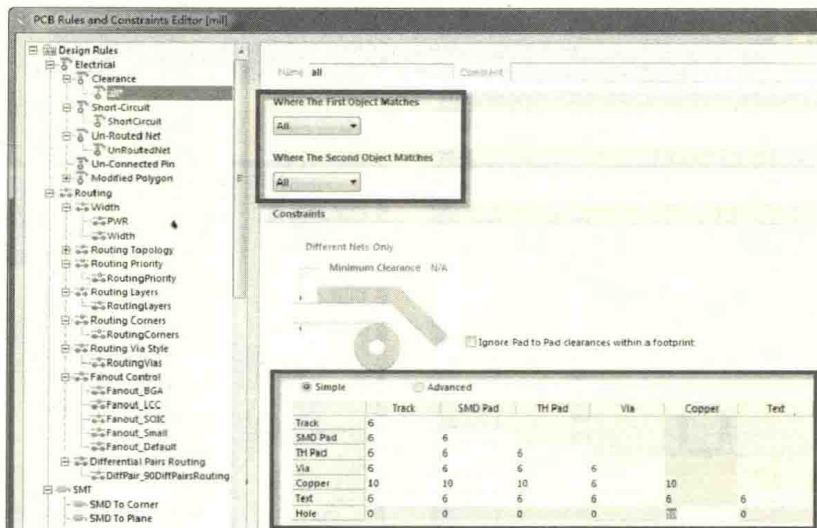

图 12-50 间距规则设置
(2) 间距规则设置：“Where The First Object Matches”和“Where The Second Object Matches”都选择适配“All”，间距参数如图 12-50 所示进行设置。